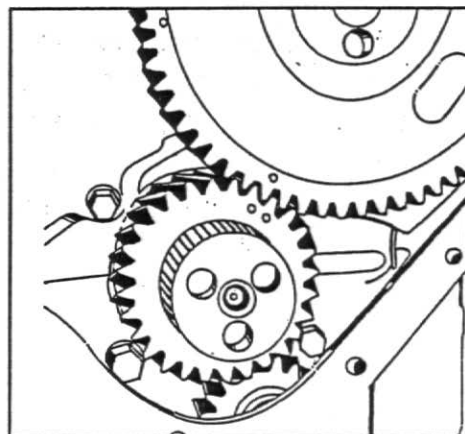

Fig. 14
7. Monte a engrenagem intermediária posicionando corretamente suas marcas de sincronismo, fig.14.